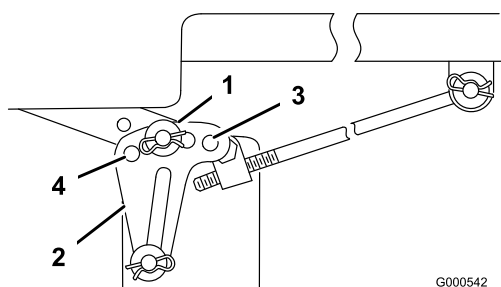
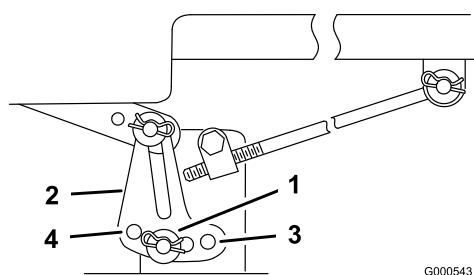

Figura 43
Figura 44
6. Togliete la coppiglia a forcina e la rondella dalla staffa di livellamento (Figura 43).
7. Per livellare la lama (o lame), riposizionate la staffa (o staffe) di livellamento in un foro diverso, e montate la rondella e la coppiglia a forcina. (Figura 43 e Figura 44). Il foro anteriore corrisponde ad un'altezza inferiore della lama, mentre il foro posteriore corrisponde ad un'altezza maggiore. Regolate entrambi i lati come opportuno.